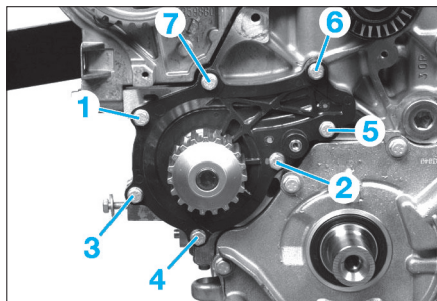

FIG. 46
- Déposer les sept vis de fixation de la pompe à eau puis la déposer (Fig.46).
À la repose, nettoyer soigneusement les plans de joint de la pompe et du bloc-cylindres à l'aide d'un produit décapant. Mettre en place la pompe à eau munie d'un joint neuf dans le bloc-cylindres et serrer ses vis de fixation dans l'ordre indiqué (Fig.46) et au couple prescrit. Procéder à la repose et au calage de la courroie de distribution. Procéder au remplissage et à la purge du